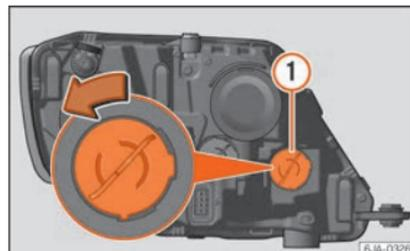

Abb. 94 Glühlampe für Blinklicht auswechseln »
- Drehen Sie den Lampenträger »» **Abb. 94** **①** gegen den Uhrzeigersinn und nehmen Sie ihn ab.